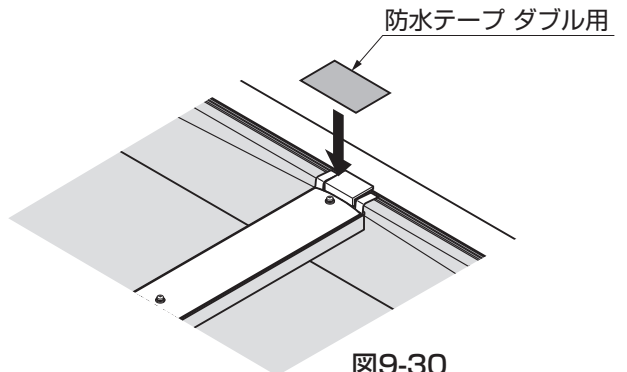

図9-30
⑤防水テープダブル用を屋根材、屋根固定材、棟木、フレームまたは、中間フレームに貼付けてください。(図9-30参照)